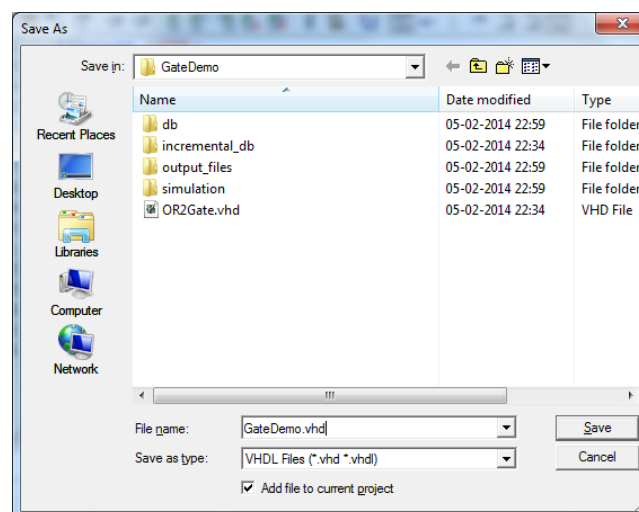

Figura 20 – Caixa de diálogo para gravação do ficheiro “GateDemo.vhd”.
15. Após editar, grave o ficheiro (Figura 20).